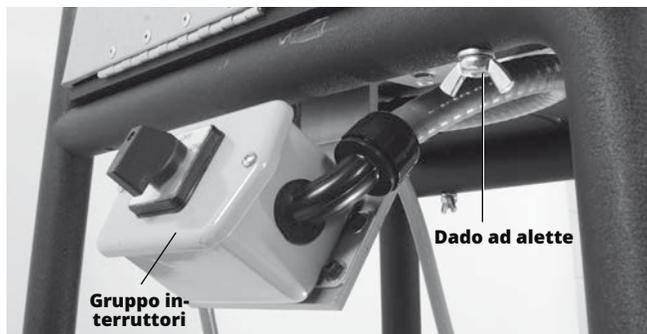

Figura 5 - Montaggio della scanaltrice a rulli sul cavalletto
4. Montare il gruppo scanaltrice a rulli/base sul cavalletto utilizzando quattro (4) viti esagonali da $\frac{3}{8}$ " - 16 x 2 $\frac{1}{2}$ ", rondelle e dadi ad alette (Figura 5). Posizionare delicatamente il gruppo interruttore sotto la guida del cavalletto. Per allineare il gruppo base può essere necessario spostare le gambe del cavalletto.